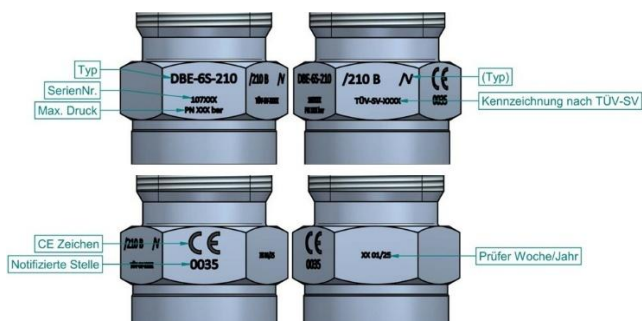
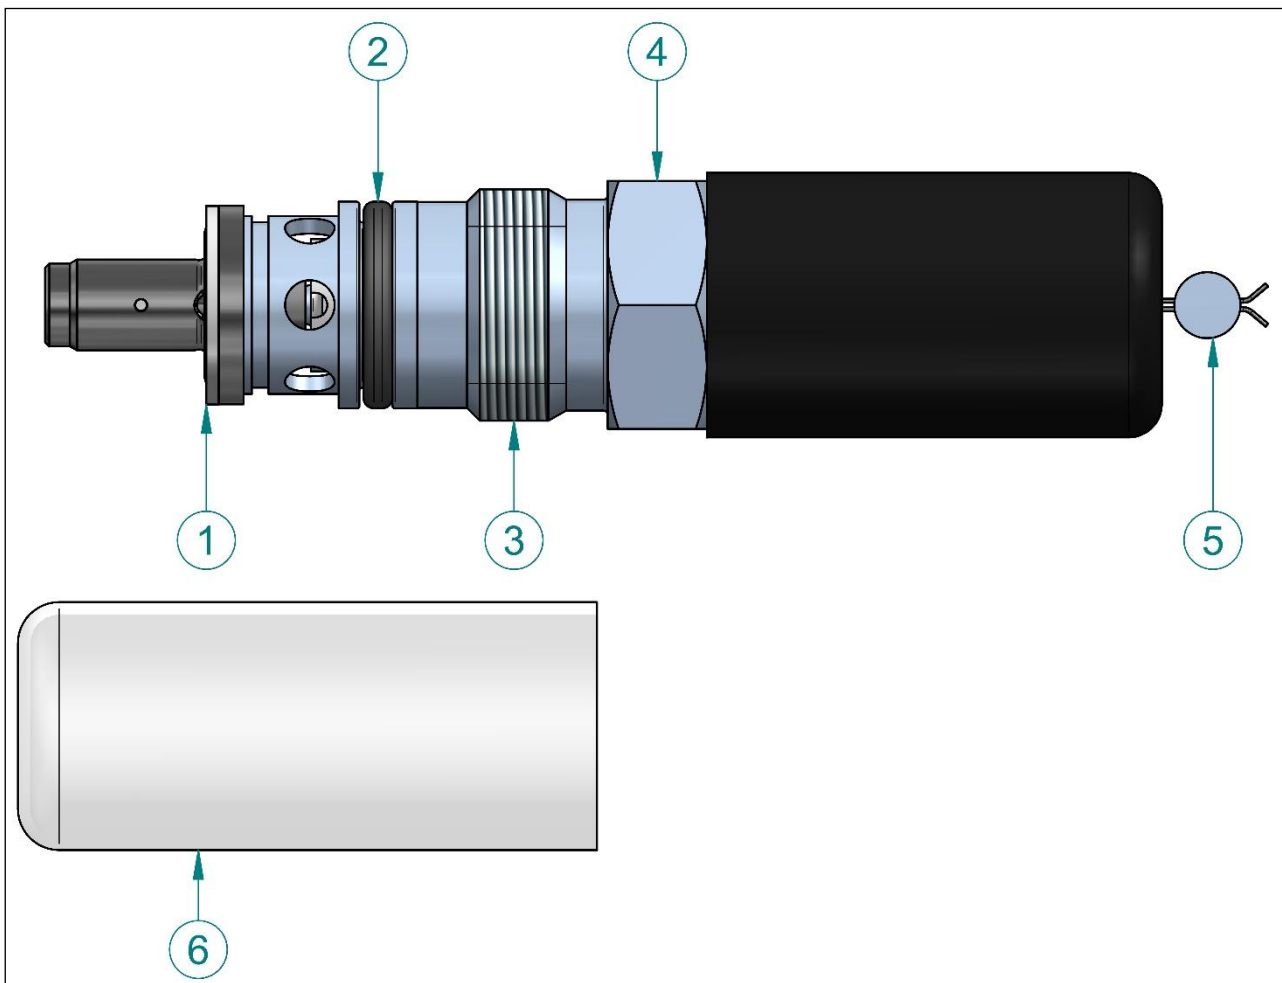

Abbildung 2: Ventilbeschriftung
Abbildung 3: Druckbegrenzungsventil DBE
Insbesondere ist der Unversehrtheit des O-Ringes (Abb.3, Pos.2) und des Usit-Ringes (Abb.3, Pos.1) Beachtung zu schenken.
Zur Montage darf ausschließlich der Gehäusesechskant (Abb.3, Pos.4) mit der Schlüsselweite **SW 30** genutzt werden.
- Typenbezeichnung-/Nenndaten auf dem Gehäusesechskant (Abb.2) mit Einsatzanforderungen abgleichen.
- Ventil am Gehäusesechskant (Abb.3, Pos.4) herausschrauben
- Kontrolle, ob Usit-Ring (Abb.3, Pos.1) aus der Einschraubgehäusebohrung entfernt ist
- Abgleich der Stempelung des Sechskantes mit den mitgelieferten Papieren und den Einsatzbedingungen (Abb.2 und Abb.3, Pos.4)
- Sichtprüfung der Plombe (Abb.3, Pos.5) und des Plombendrahtes auf Beschädigungen.